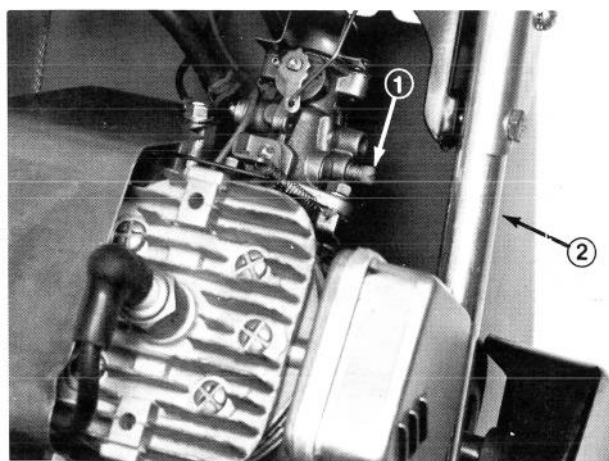

Figure 15
1. Vis de Réglage du Mélange (Fig. 15). Fermez la vis en la tournant doucement dans le sens des aiguilles d'une montre jusqu'à ce que vous sentiez une légère résistance au toucher de son siège. Donnez ensuite à la vis de réglage du mélange un tour dans le sens contraire aux aiguilles d'une montre.